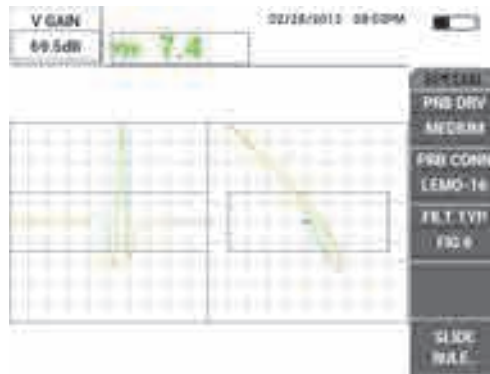

Рис. 5-65 Настройка вертикального усиления
11) Дважды нажмите клавишу GAIN (**dB**) и увеличьте **В УСИЛ** до тех пор, пока сигнал риски не достигнет полной высоты экрана (100 % вертикал.) [см. Рис. 5-65 на стр. 178].